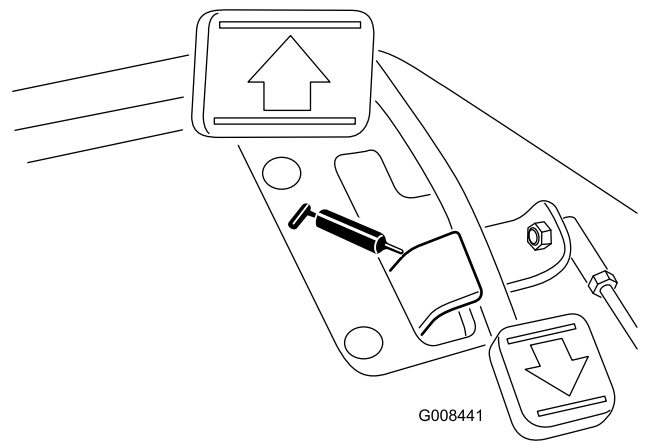

Figura 35
- Pivote del pedal de tracción (1) (Figura 35)